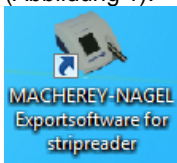

Abbildung 1
11. Auf dem Desktop Ihres Computers wird eine Verknüpfung der Datenexport Software für Streifenleser eingerichtet (Abbildung 1):
2. Starten Sie die Datenexport Software für Streifenleser, z. B. über einen Doppelklick auf die Verknüpfung (Abbildung 1), welche bei Installation der Software auf ihrem Desktop hinterlegt wurde.